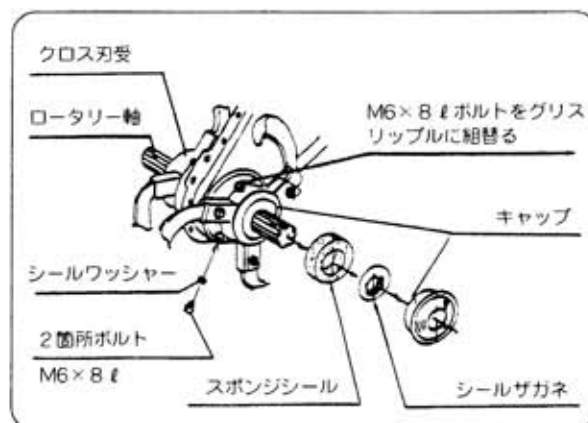

図40
- 2 クロス刃受のフランジ部2ヶ所のボルト (M6×8 ℓ) を外し、1ヶ所にグリスニップル (付属部分) を取付けてください。(図40)
- 4 グリスニップルを取外し、ボルト (M6×8 ℓ) 左右各2本のボルトを締め付けてください。(図40)